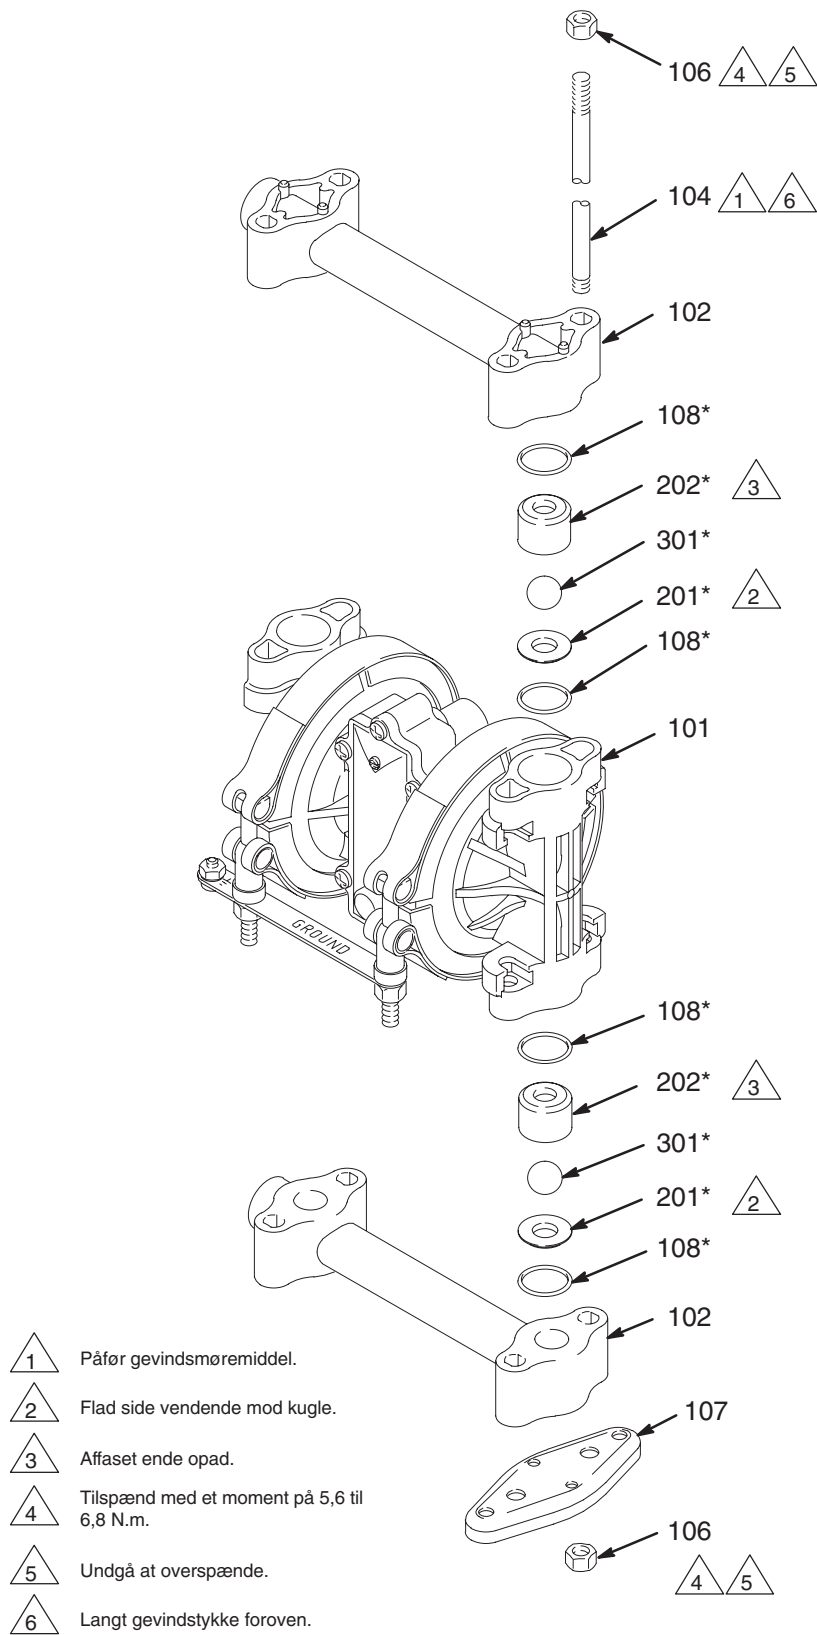

Fig. 15
2. Med en 13 mm topnøgle fjernes de møtrikker (106), der holder den øverste manifold (102) fast på væskedækslerne (101). Løft manifolden af pumpen. Se Fig. 15.
3. Fjern den yderste O-ring (108), kuglestyret (202), kuglen (301), sædet (201), og den inderste O-ring (108) fra begge dæksler.
4. Vend pumpen om. Træk forbindelsesstængerne (104) ud af pumpen, og lad de fire møtrikker (106) blive på stængerne. Fjern fødderne (107) og den nederste manifold (102).
5. Fjern den yderste O-ring (108), sædet (201), kuglen (301), kuglestyret (202) og den inderste O-ring (108) fra begge dæksler (101).
7. Saml indsugningskugleholderne i bunden af pumpen, idet alle noter på Fig. 15 følges. Sørg for at samle alle kugleholderne **præcis** som vist.
8. Sæt den nederste manifold (102) og fødderne (107) på plads på bunden af pumpen.
9. Sæt den lange gevindende på hver stang (104) gennem fødderne og den nederste manifold. Skub stængerne op gennem dækslerne (101), indtil møtrikken (106) på enden af stængerne går i bund i foden. Kontrollér, at stængerne er skubbet hele vejen igennem. Vend pumpen rigtigt (stængerne har en let prespasning og vil holde pumpedelene sikkert på plads).
10. Saml afgangskugleholderne øverst i pumpen, idet alle noter på Fig. 15 følges. Sørg for at samle alle kugleholderne **præcis** som vist. Undgå lækager ved at køre en finger henover O-ringene (108) for at sikre, at de sidder korrekt på plads.
11. Monter den øverste manifold (102) og de fire møtrikker (106). Tilspænd med et moment på 5,6 til 6,8 Nm. **Undgå at overspænde.**